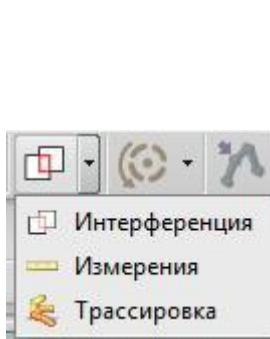
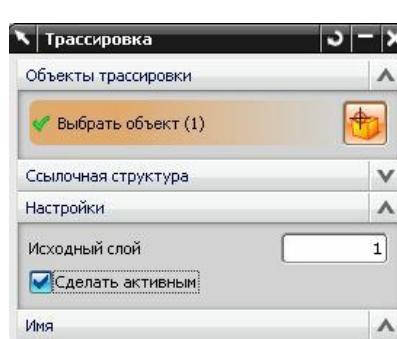

рис.52
рис.53
- Для этого вам понадобится средство *Трассировка* (рис.52). Диалоговое окно этой команды представлено на рис.53.
- И обязательно в диалоговом окне рис.53 нужно включить переключатель *Сделать активным*.